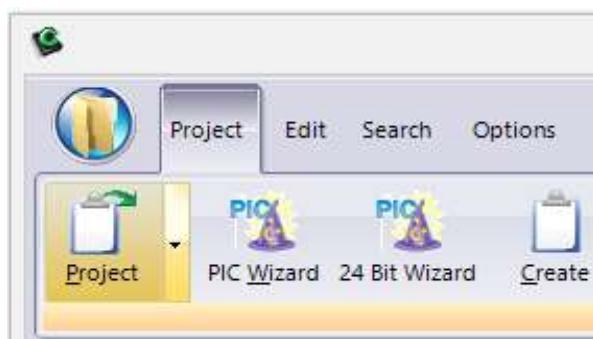

Рисунок 2.28 – Відкриття проекту у **IDE PCWH**
1. Запустити **IDE PCWH**, натиснути кнопку **Projects > Project** (рис. 2.28):